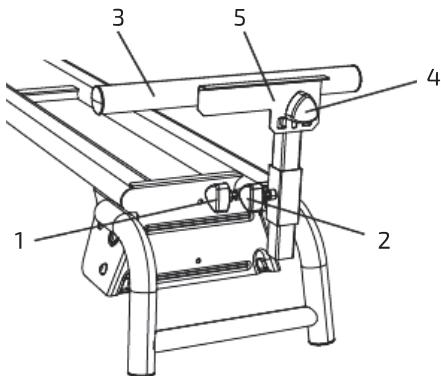

Рис. 13
1. Ослабить рукоятку блокировки (1) и выставить опорную штангу на необходимую длину. Затянуть рукоятку блокировки (1) (рис. 13).
2. Ослабить рукоятку блокировки (2), отрегулировать высоту опоры (3) и затянуть рукоятку (2) обратно.
4. Если требуется многократный распил, следует ослабить регулировочную рукоятку (4), чтобы отрегулировать стопорную пластину заготовки (5) до нужной высоты. Снова затянуть рукоятку.